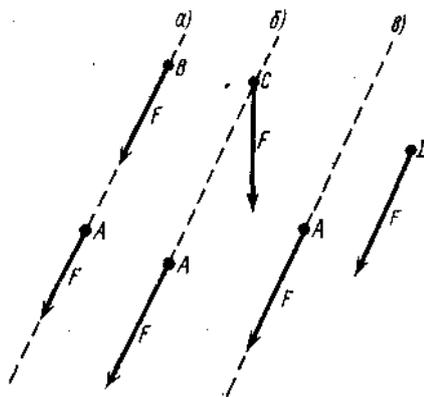

Рисунок 1
- А. Рис. 1, б.
- Б. Рис. 1, а.
- В. Рис. 1, в.